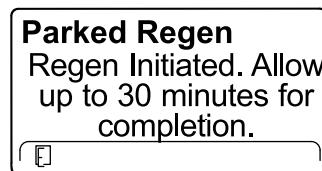

Figure 59
6. L'InfoCenter affiche un message indiquant la durée de la régénération (Figure 59).